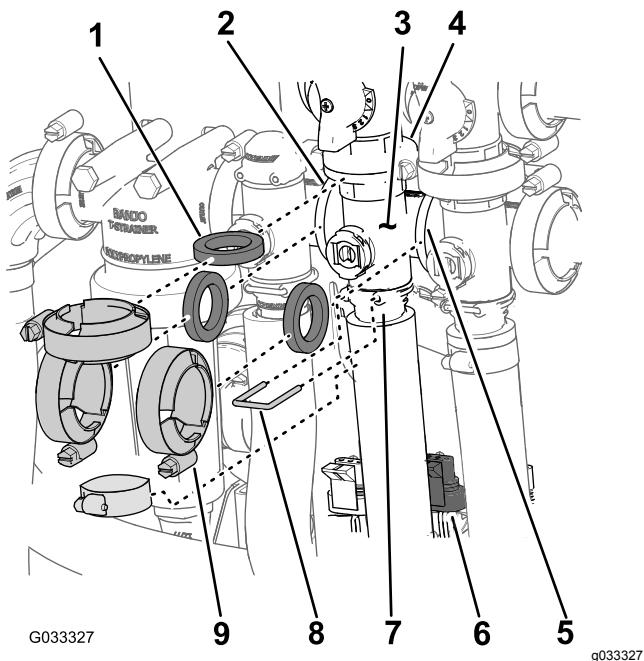

Figure 64
1. Déposez les colliers et les joints qui fixent le collecteur de la vanne d'agitation (Figure 64) à la vanne de dérivation d'agitation, au régulateur de débit, à la vanne maîtresse des rampes et au raccord adaptateur (régulateur de pression d'agitation).
2. Retirez l'étrier qui fixe le raccord de sortie au collecteur de la vanne d'agitation (Figure 64).